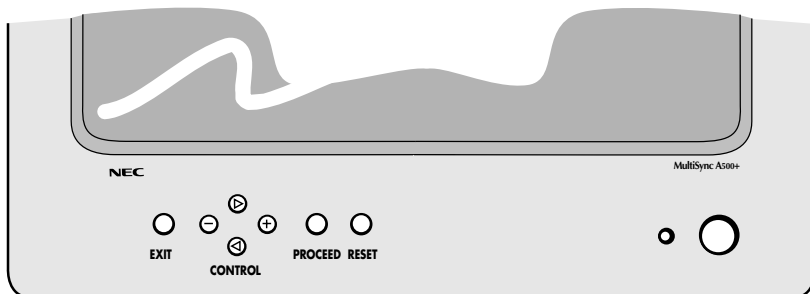

Abbildung D.1
6. Schalten Sie den Monitor (Abbildung D.1) und den Computer ein.